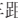

图 133 操控拨杆: 设定距离
- ▶ 要显示当前的设定距离时, 请点按开关 ⇨ 图 133。